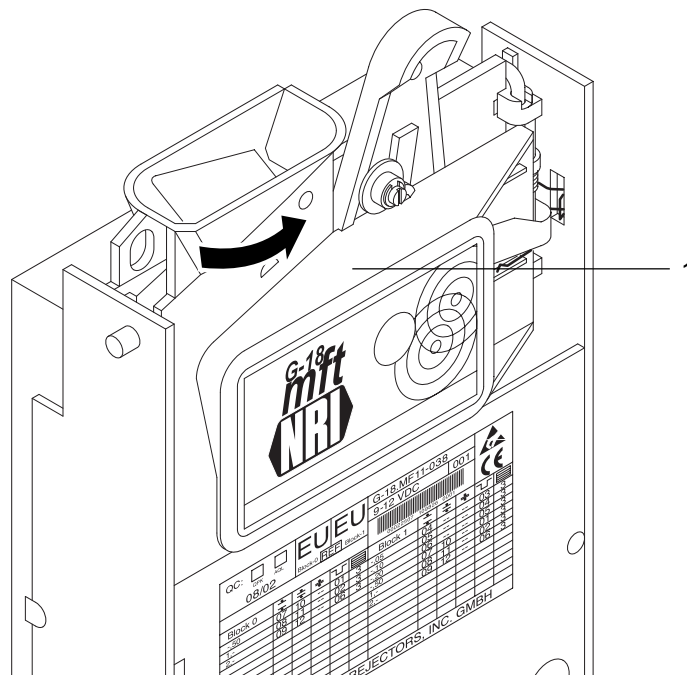

Abb. 4: Laufbahnträger aufklappen
2. Laufbahnträger **1** auf der linken Seite vorsichtig aufklappen und offen halten (Abb. 4).